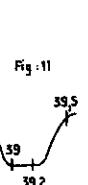

Fig. 11
- Visser 232 pour amener le marqueur 39 MHz comme indiqué fig. 11.